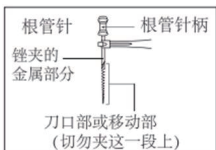

图 21
a) 用锉夹夹住根管锉时，要夹住金属部分的上部（靠近根管锉柄处），如夹住金属部下部（刀口部或移动部），锉夹的金属部分和树脂部容易磨损（图 21）。